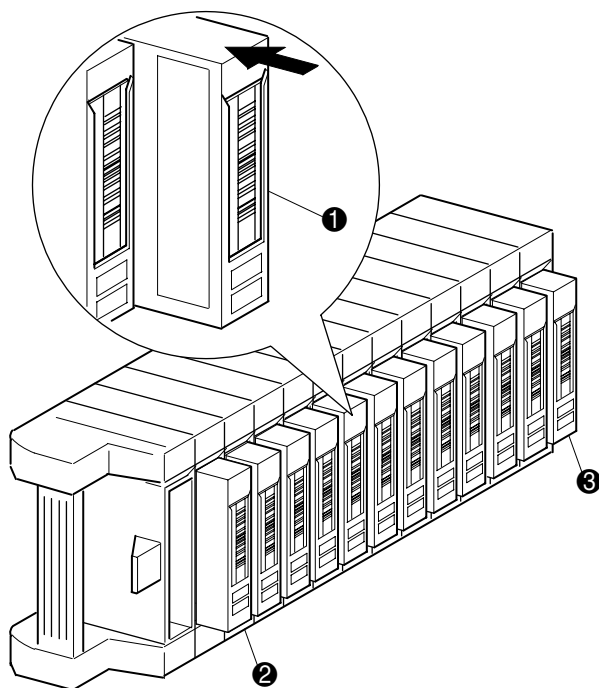

Figure 4–6. Magasin de gauche avec cartouches installées.
La Figure 4–6 montre un magasin de gauche plein. Pour la MSL5026, le bac de cartouche dont le numéro est le plus bas ❷ est le plus proche de l'avant du magasin. Pour la MSL5052, le bac de cartouche dont le numéro est le plus bas ❷ est le plus proche du magasin supérieur gauche.